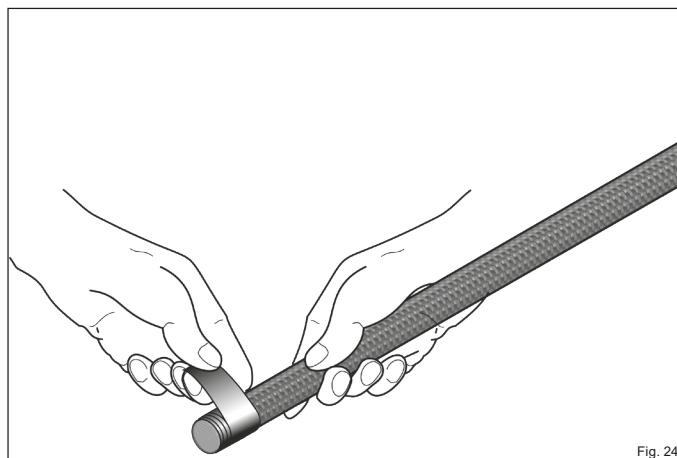
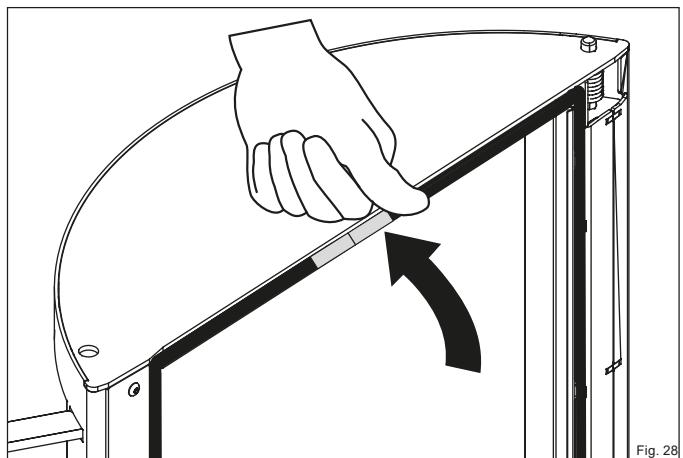

Fig. 24
Fig. 28
- Enveloppez le nouveau joint avec le ruban de cuivre d'un côté sur une longueur d'environ 3 cm (Fig. 24).
- Enveloppez également l'extrémité avec du ruban de cuivre (Fig. 24) et appuyez sur le joint dans le guide (Fig. 28).